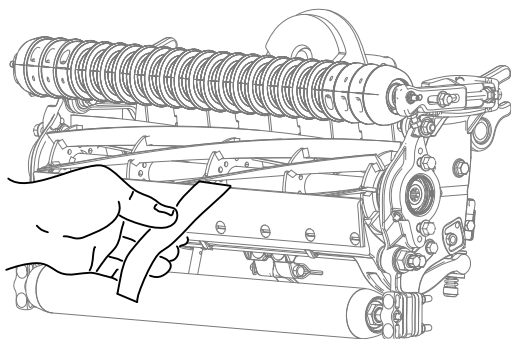

Figura 7
2. Testate le prestazioni di taglio inserendo una lunga striscia di carta di verifica del taglio (cat. Toro 125-5610) tra il cilindro e la controlama, in senso perpendicolare alla controlama (Figura 7). Ruotate lentamente il cilindro in avanti; questa operazione dovrebbe tagliare la carta.